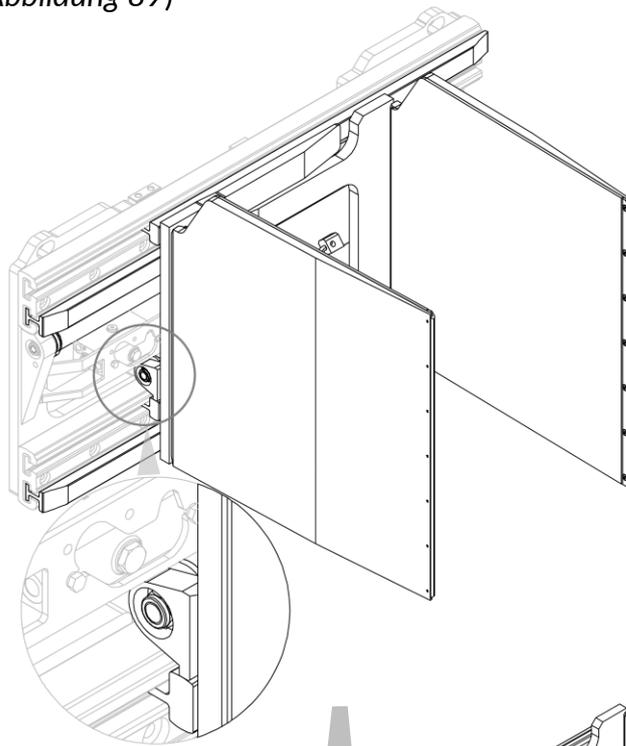
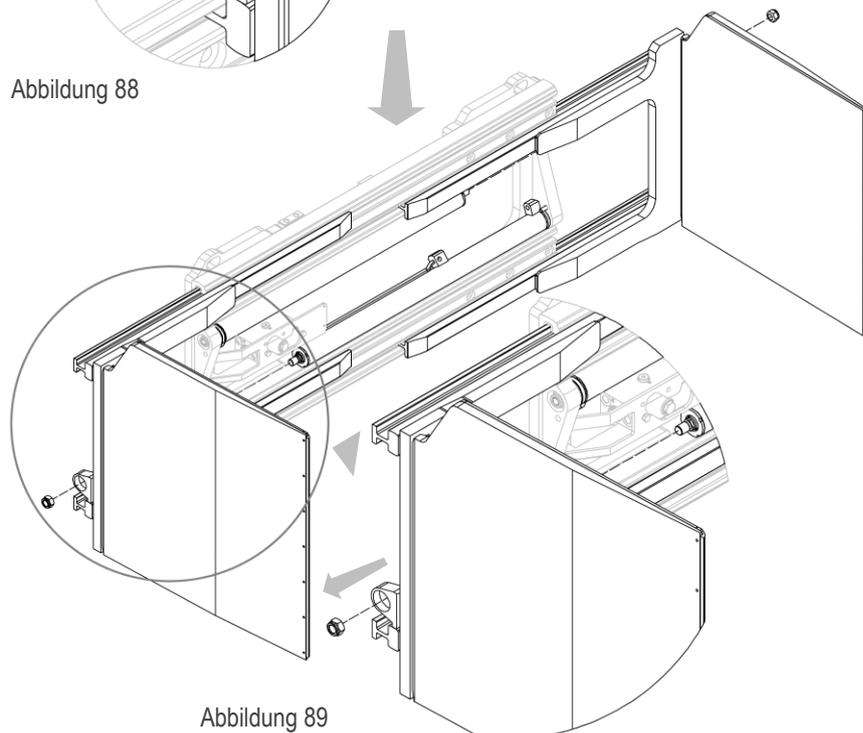

Abbildung 88
Abbildung 89
2. Entfernen Sie die Muttern, mit denen die Gabelzinken an den Zylindern befestigt sind, und nehmen Sie die Gabelzinken eine nach der anderen aus ihren Aufnahmen (siehe *Abbildung 88* und *Abbildung 89*)